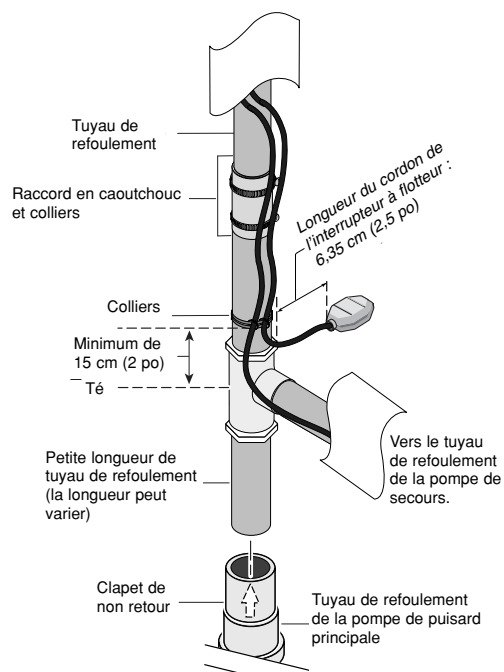

Figure 6 – Tuyau de refoulement et longueur du cordon de l'interrupteur à flotteur de la pompe de secours
10. Poser une petite longueur de tuyau dans la partie supérieure du clapet de non retour du refoulement de la pompe principale. Se reporter à la Figure 6.
14. Avec des colliers (Réf. 7A et 7B), et sans les serrer, attacher l'interrupteur à flotteur (Réf. 7) sur le tuyau de refoulement. Se reporter à la Figure 6. Il doit y avoir environ 6,35 cm (2,5 po) de longueur de cordon, entre l'interrupteur à flotteur et le dernier collier. Ne pas serrer les colliers. Les réglages seront effectués plus tard.
7. Avec des colliers (Réf. 7A et 7B), et sans les serrer, attacher l'interrupteur à flotteur (Réf. 7) sur le tuyau de refoulement. Se reporter à la Figure 6 à la page 20. Il doit y avoir environ 6,35 cm (2,5 po) de longueur de cordon, entre l'interrupteur à flotteur et le dernier collier. Ne pas serrer les colliers. Les réglages seront effectués plus tard.